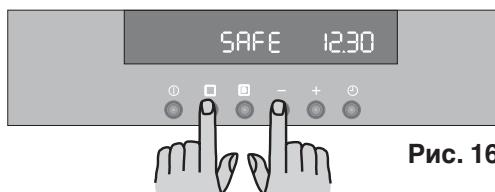

Рис. 16
- Выключите духовой шкаф, нажав кнопку ①.
- Одновременно нажмите кнопки ② и “—” и удерживайте их нажатыми в течение примерно 3 секунд. Вы услышите звуковой сигнал, а на дисплее высветится слово “SAFE” (Рис. 16).